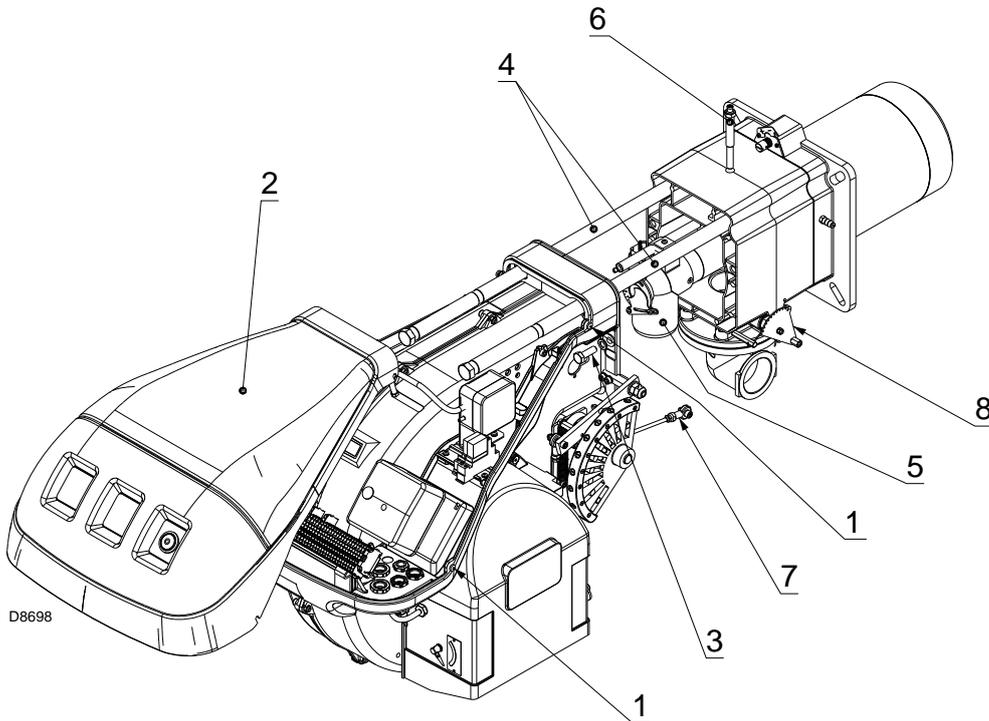

图 40
检查确认点火阶段的燃气出气孔（在燃烧头的燃气分配盘处）清洁无污物及锈迹。如有疑问，需拆下弯头 5) (图 40)。
- 拆下螺栓 1), 同时取下保护盖 2)(图 40)。
- 重新拧紧螺丝 3)(图 40)，将探针和电极引线轻轻拉紧。